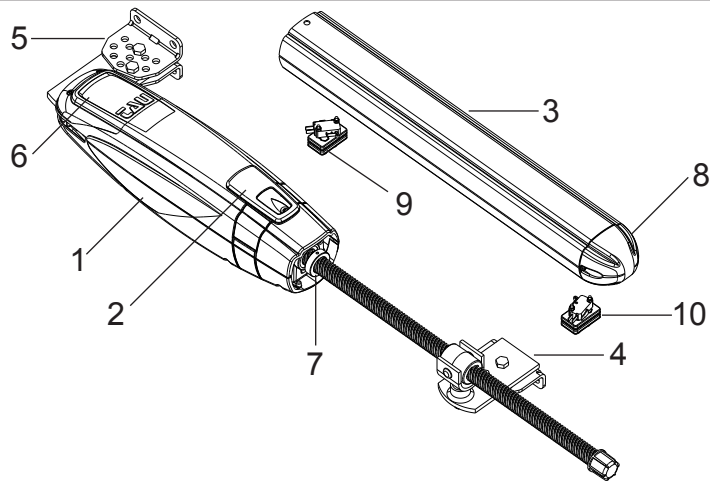
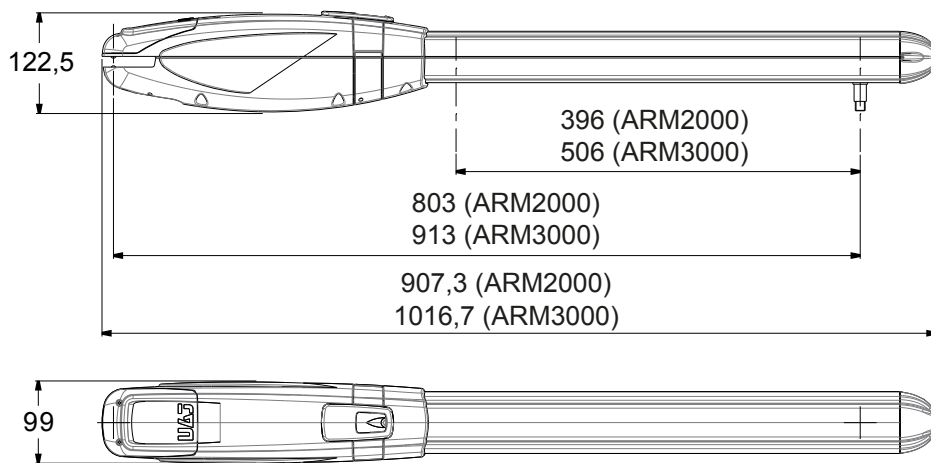
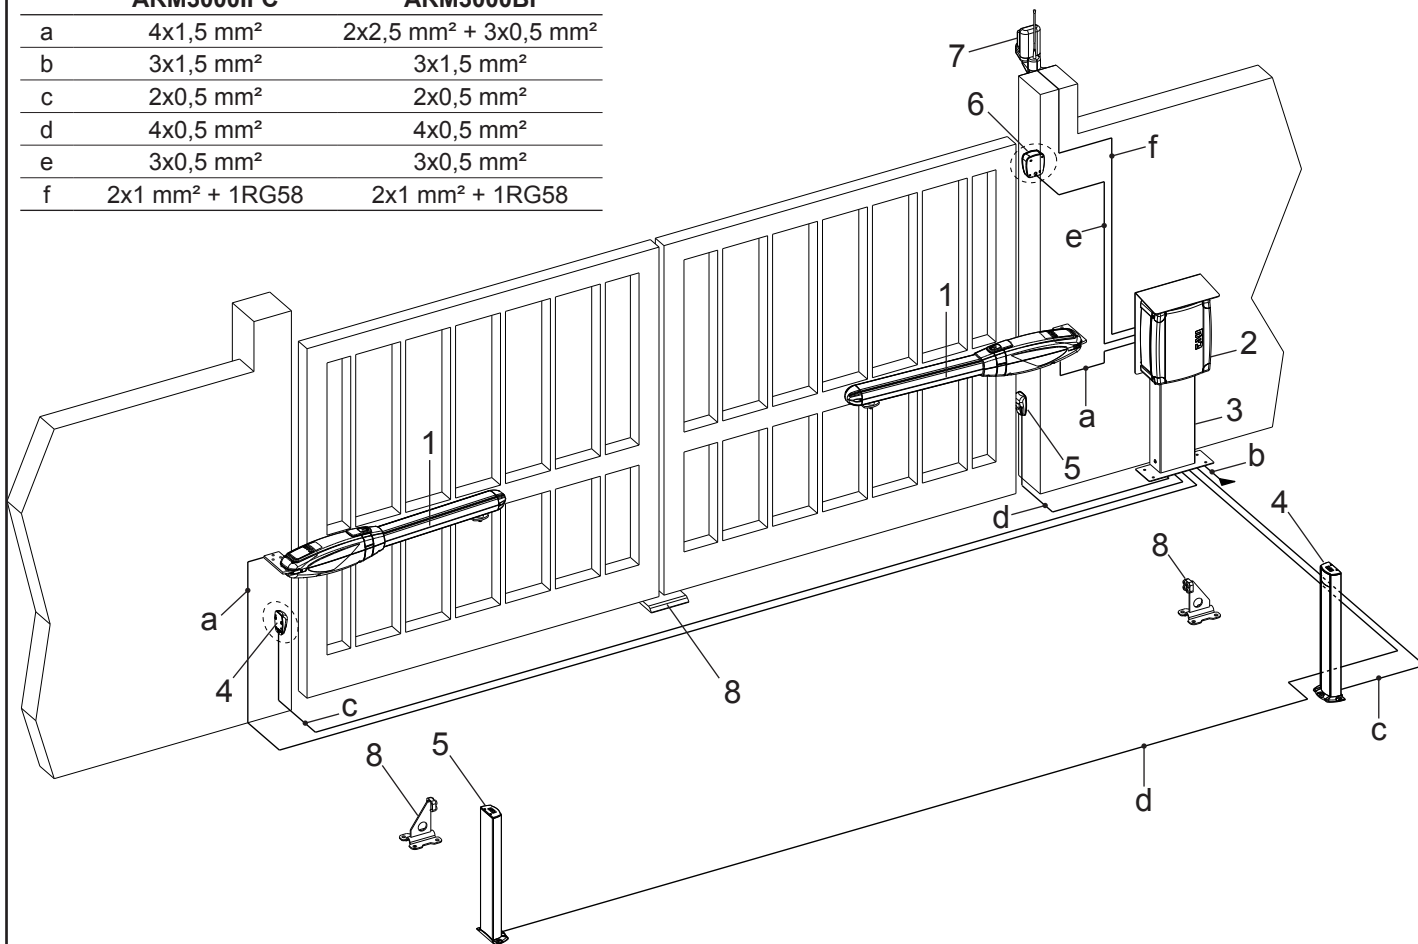

fig. 1
fig. 2
fig. 3
<p>3 MANUELLE ENTRIEGELUNG Sollte die manuelle Bewegung der Automation erforderlich sein aufgrund von Stromausfall oder Betriebsstörungen des Antriebs, sind die nachfolgenden Schritte auszuführen:</p> <ol style="list-style-type: none">1_ Mit Hilfe des Differentialschalters (auch bei Stromausfall) die Stromversorgung unterbrechen.2_ Die Schutzhaube - Abb.1 - gleiten lassen.3_ Den Schlüssel einstecken und um 90° drehen, Abb.2. <p>4_ Den Entriegelungshebel wie in Abb. 3 gezeigt nach oben drehen, um den Antrieb zu entriegeln. 5_ Den Vorgang zum Öffnen oder Schließen des Flügels manuell ausführen.</p> <p>Anmerkung: Zur Beibehaltung des manuellen Betriebs des Antriebs muss die Freigabevorrichtung unbedingt in ihrer aktuellen Position gelassen werden und die Stromzufuhr zur Anlage muss weiterhin unterbrochen bleiben.</p> <p>WIEDERHERSTELLUNG DES NORMALBETRIEBS Zur Wiederherstellung der normalen Betriebsbedingungen sind die nachfolgenden Schritte auszuführen:</p> <ol style="list-style-type: none">1_ Den Entriegelungshebel nach unten schließen.2_ Den Freigabeschlüssel um 90° drehen und herausziehen.3_ Den Schutzdeckel verschließen.4_ Die Anlage mit Strom versorgen und einige Vorgänge ausführen, um die korrekte Wiederherstellung aller Funktionen der Automation zu prüfen.
- 2_ Deslice el capuchón de protección, fig.1;
- 3_ Introduzca la llave y gírela 90°, fig.2.
- 4_ Gire, tal como se muestra en la fig.3, la palanca de desbloqueo hacia arriba para desbloquear el actuador.